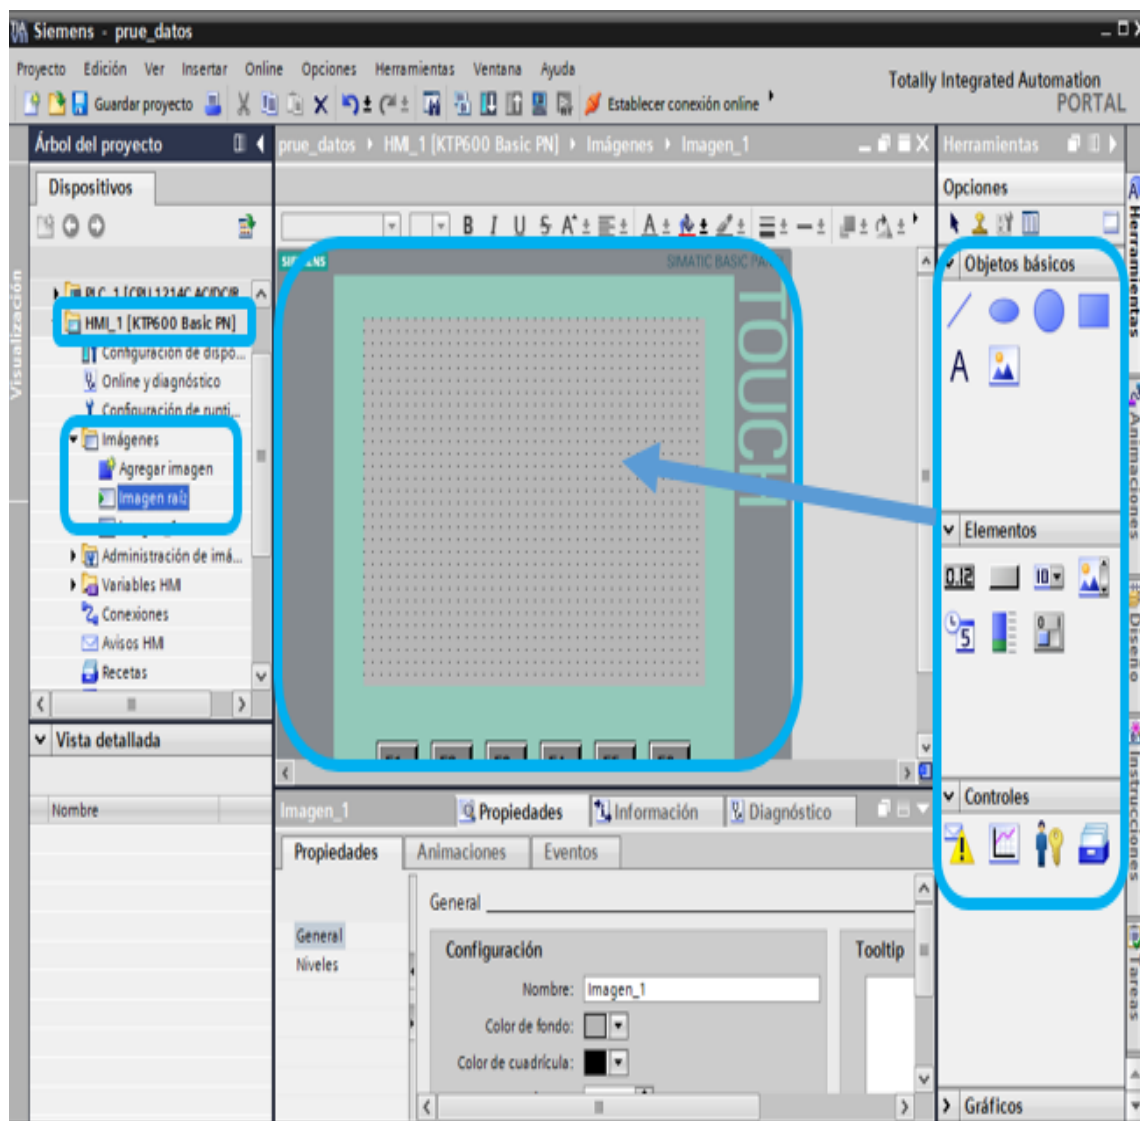

Figura 2.58: Edición del HMI.
1. Dirigirse a la carpeta HMI/Imágenes y dar doble clic para abrir la imagen raíz en donde se arrastran los objetos, elementos y controles hacia la pantalla de la TOUCH como se muestra e la figura 2.58.